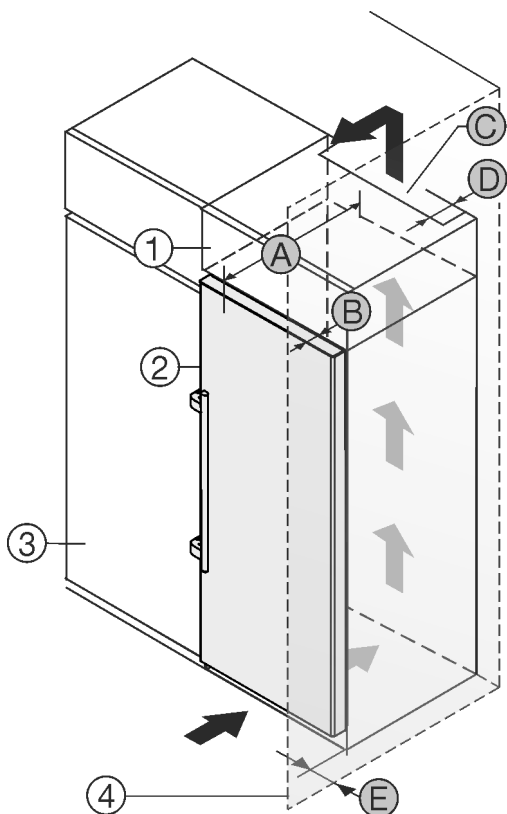

Fig. 2
Можете да поставите уреда непосредствено до кухненския шкаф *Fig. 2 (3)*.*
От задната страна на шкафа-пристройка трябва да има вентилационен отвор с дълбочина *Fig. 2 (D)* по цялата ширина на шкафа-пристройка.*
Под тавана на помещението трябва да е спазено сечението за вентилация *Fig. 2 (C)*.*
Когато уредът се поставя с пантите до стена *Fig. 2 (4)*, разстоянието между уреда и стената трябва да е поне 57 mm. Това отговаря на разстоянието, с което дръжките стърчат при отворена врата.*
За да можете да отворите вратата изцяло, уредът трябва да е издаден с дълбочината на вратата *Fig. 2 (B)* спрямо челото на кухненския шкаф. В зависимост от дълбочината на кухненските шкафове *Fig. 2 (3)* и използването на детайли за отстояние от стената, уредът може да излезе още по-напред.*